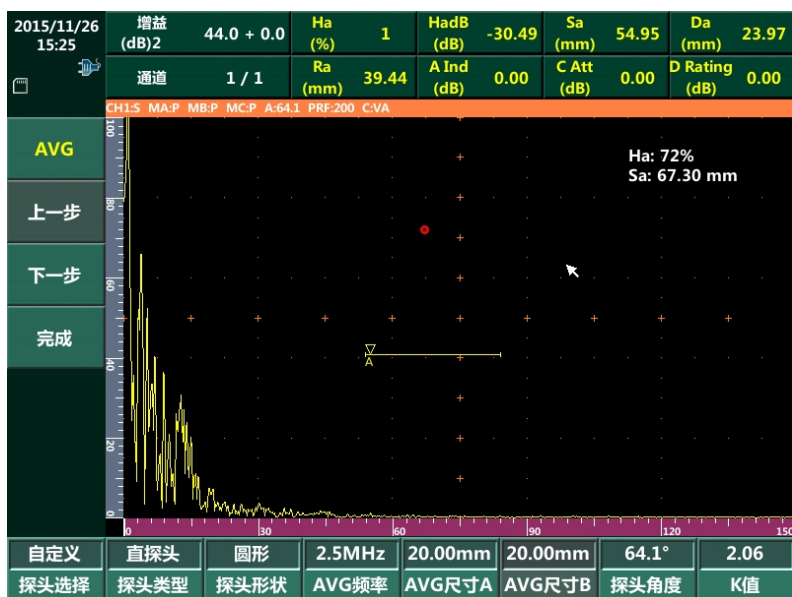

图 2-29 AVG 向导步骤 1
- 1) 在通用超声界面下选择“AVG”进入 AVG 曲线向导界面，如图 2-29 所示。